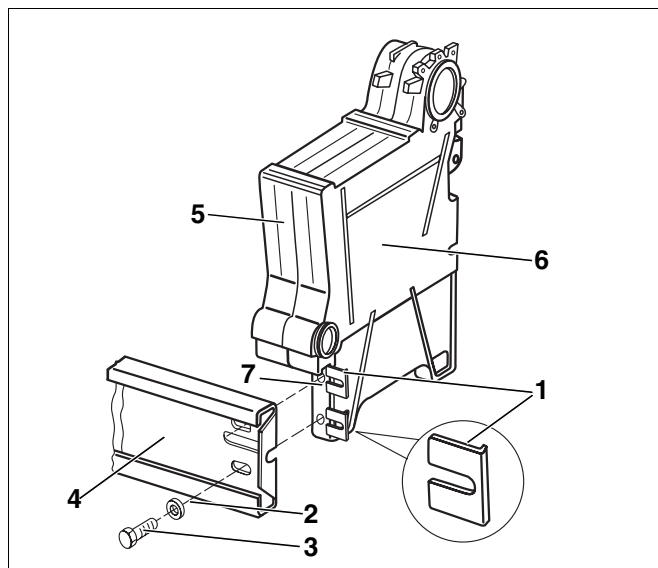
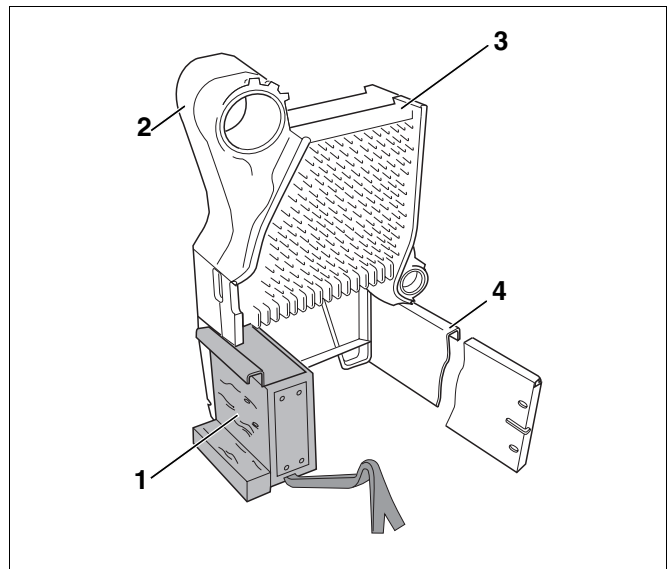

Рис. 13 Установка напольной планки
Рис. 14 Секции котла, установленные на монтажном приспособлении
- Вставить вкладыш (рис. 13, **поз. 1**) в опору конечной секции (рис. 13, **поз. 7**).
- Закрепить напольную направляющую (рис. 13, **поз. 4**) болтами М8 х 30 (рис. 13, **поз. 3**) с подкладными шайбами (рис. 13, **поз. 2**) и гайками на опоре конечной секции (рис. 13, **поз. 7**).
Часть котлового блока (конечная секция (рис. 13, **поз. 6**) и первая средняя секция (рис. 13, **поз. 5**)) должны во время сборки иметь опору и быть закрепленными от опрокидывания. Для опоры части блока используйте монтажное приспособление (рис. 14, **поз. 1**, стр. 18).
Здесь показана сборка котлового блока с помощью монтажного приспособления (рис. 14, поз. 1).
- Установить конечную секцию (рис. 14, поз. 2) с первой средней секцией (рис. 14, поз. 3) на фундамент и немного отклонить.
- Задвинуть монтажное приспособление (рис. 14, поз. 1) под секции котла и осторожно установить их.